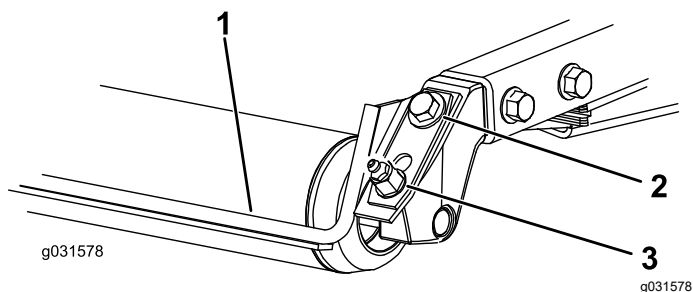

Figure 19
1. Desserrez le graisseur et la vis de fixation (Figure 19).